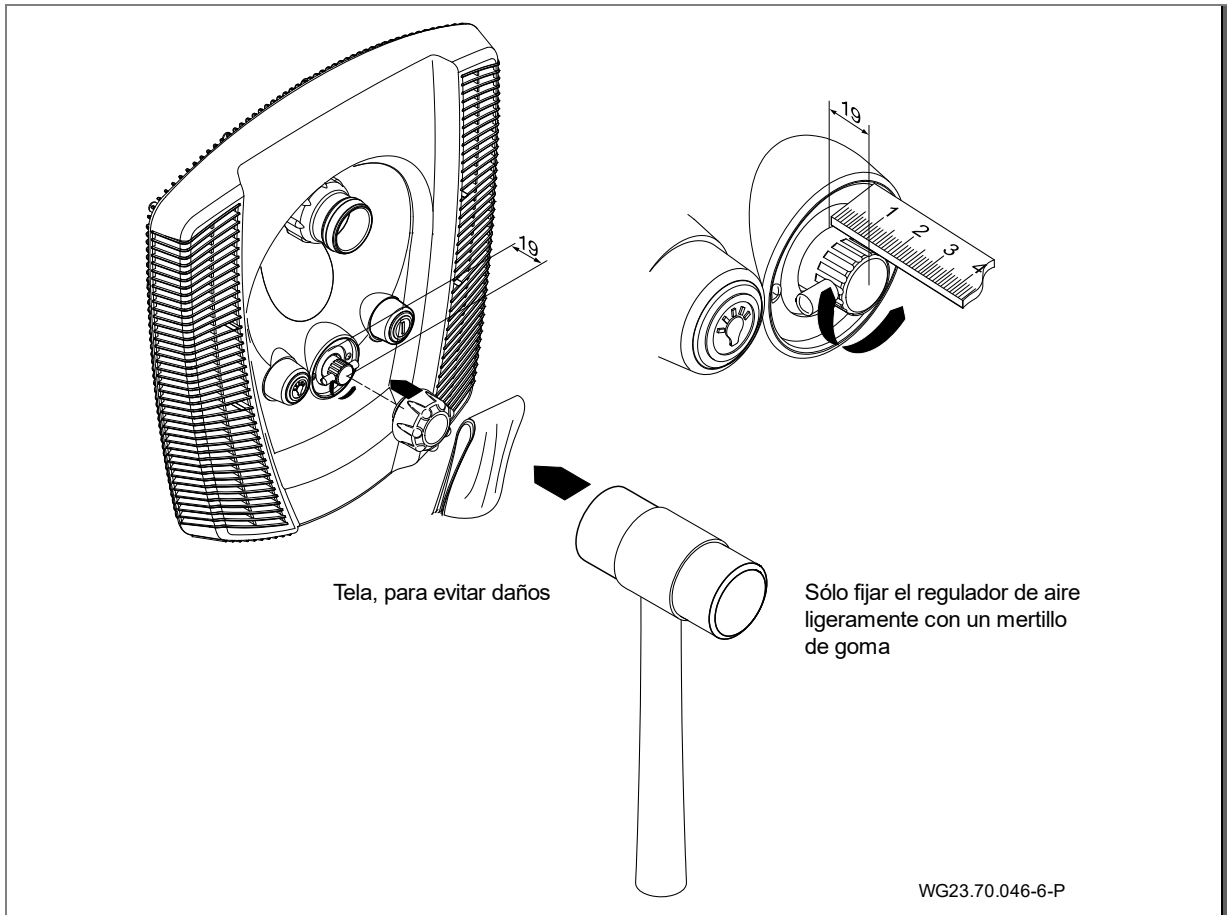

Fig. 20
8. Fijar la caperuza de regulación del aire. (Fig. 20)
9. Conectar los lados de aspiración y de presión de la bomba Jet (92) a la carcasa empotrada (1) con el medio racor (98, 99, 100), el ángulo de goma (79) y las abrazaderas (75) correspondientes.